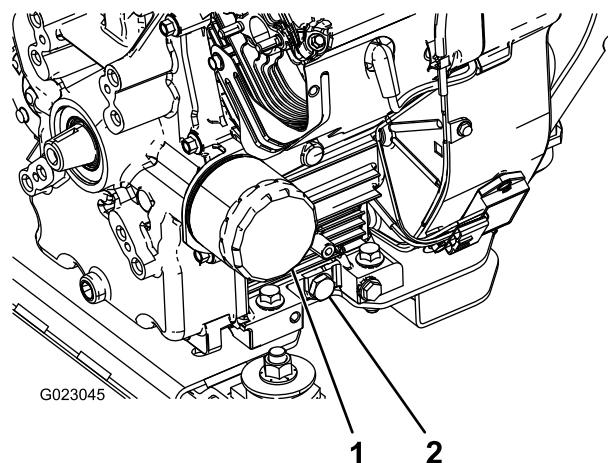

Figure 41
5. Enlevez le bouchon de vidange (Figure 41).
8. Versez lentement environ 80% de la quantité d'huile spécifiée dans le goulot de remplissage (Figure 41).